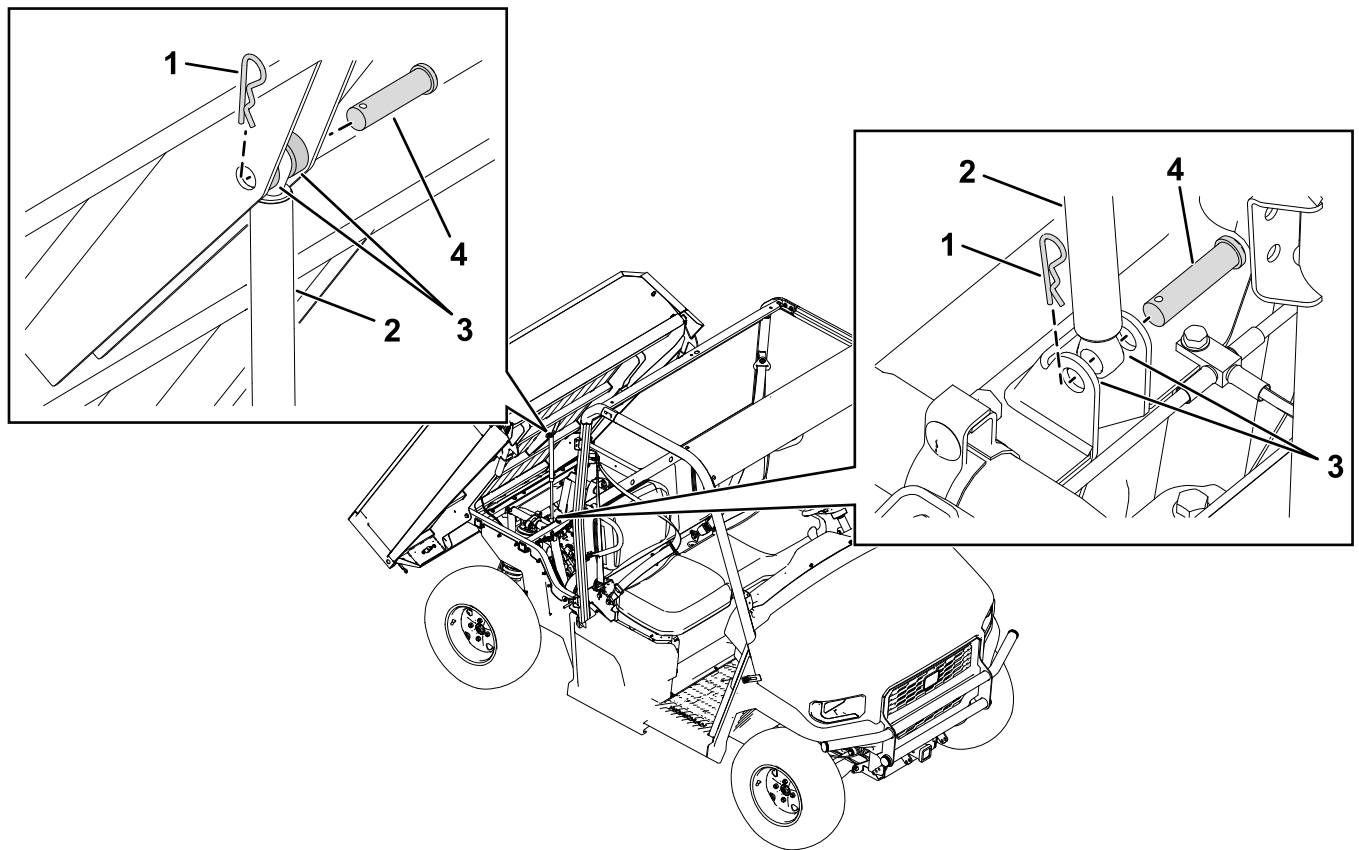

Figure 5
2. Retirez les axes de chape, les goupilles fendues et les entretoises qui fixent le vérin existant sur le plateau et le cadre de la machine (Figure 5).